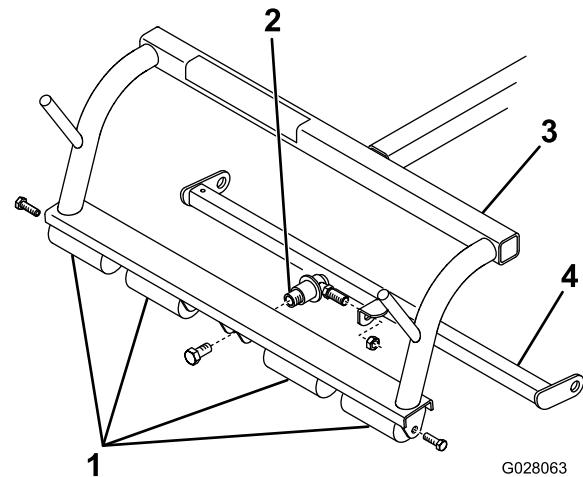

Bild 1
2. Entfernen Sie den Zugrahmen und das montierte Kugelgelenk, siehe Bild 1.